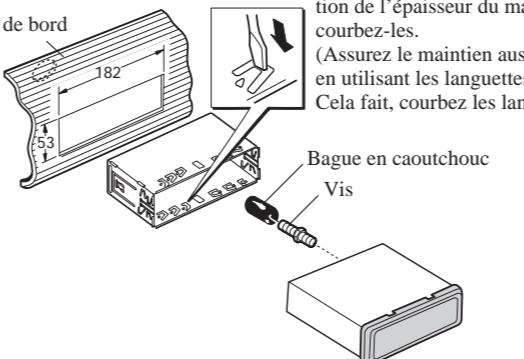

Fig. 5
**Installation avec une bague en caoutchouc (Fig. 5)**